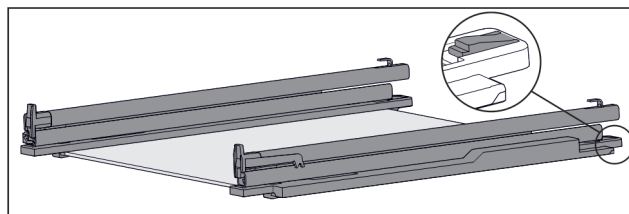

Fig. 99 Skleněná deska s kolejničkami a přídržnými díly
- ▶ Přídržný díl vzadu stlačte dolů (viz Fig. 99) a současně zasuňte kolejničku dozadu.